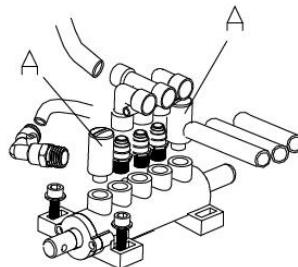

Рис. 13
2. Ослабьте глушители (А) клапана, которые относятся к педали открытия и закрытия зажимов колеса и педали отжима борта; (рис. 13)
3. Почистить глушители сжатым воздухом, пожалуйста, замените их в соответствии со списком запасных частей, если он поврежден. (Рис. 13)